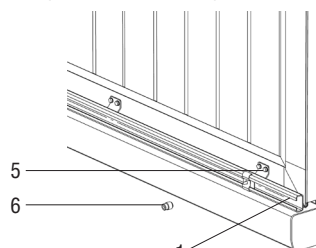

Рисунок 4
4. Накрутите на болт втулку (6), но не затягивайте ее. Втулка (6) должна прижимать скобу (5) к С-профилю (1) (см. рисунок 4).